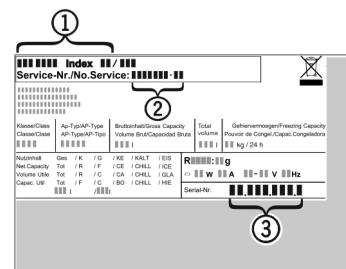

Fig. 11
- ▶ Aflæs apparatets betegnelse *Fig. 11 (1)*, service-nr. *Fig. 11 (2)* og serie-nr. *Fig. 11 (3)* fra typeskiltet. Typeskiltet er anbragt på apparatets venstre inderside.
- ▶ Underret vores kundeservice og meddel fejlen, apparatets betegnelse *Fig. 11 (1)*, service-nr. *Fig. 11 (2)* og serie-nr. *Fig. 11 (3)*.